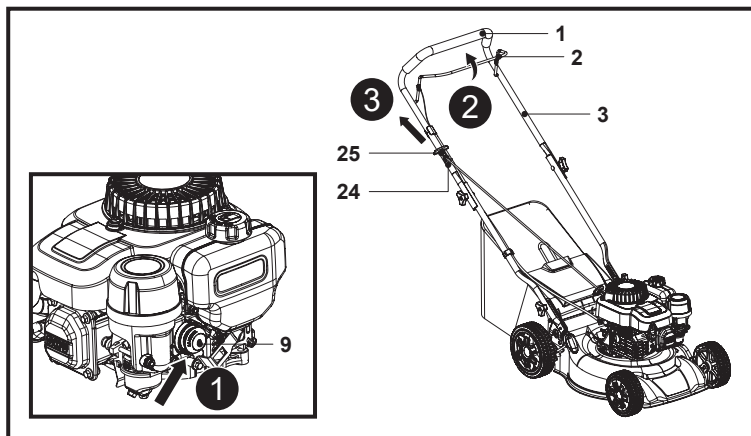

Fig. 14
- Apasă starterul (9) de 3 ori dacă motorul este rece (Fig. 14, pasul 1). Poți trece direct la pasul următor dacă motorul este cald.
- Stai în spatele mânerului de prindere (1).
- Trage înapoi maneta de frână (2) și ține-o lipită de mânerul de prindere (1) (Fig. 14, pasul 2).
- Pune mânerul demarorului cu recul (25) pe cârligul (24) aflat în partea din dreapta a barei mânerului superior (3).
- Trage ușor de mânerul demarorului cu recul (25) până când simți rezistență, apoi trage-l rapid. Repetă manevra până când motorul pornește (Fig. 14, pasul 3).